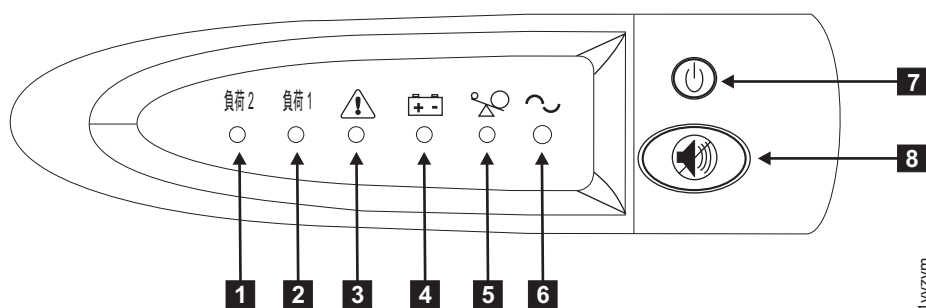

図 71. 2145-1U 無停電電源装置のフロント・パネル・アセンブリ
8. オン/オフ・ボタン (図 71 の **7**) を約 5 秒間押したままにします。オン/オフ・ボタンを押すのに、先が尖った道具 (ねじ回しなど) を使用する必要があります。2145-1U 無停電電源装置が自己診断テストを行う間、フロント・パネル・インディケーターは始動シーケンスを循環します。